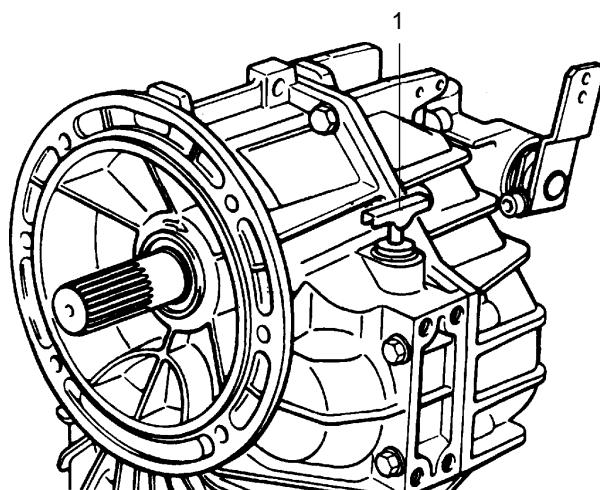

Fig. V-1
1.1 Loosen fluid dipstick (figure V-1, item 1) by turning the grip counterclockwise.
1.1 Allentare l'astina dell'olio (fig. V-1, Pos. 1) girandola a mano in senso antiorario ed estrarla.
1.1 Desserrer la jauge (fig. V-1 repère 1) en tournant la poignée dans le sens inverse des aiguilles d'une montre.
- 1.1 Aflojar la varilla del aceite (Fig. V-1, Pos. 1) girándola manualmente en sentido antihorario y extraerla.
- 1.1 Den Griff des Ölmeßstabes (Bild V-1) entgegen dem Uhrzeigersinn drehen und aus dem Gehäuse ziehen.